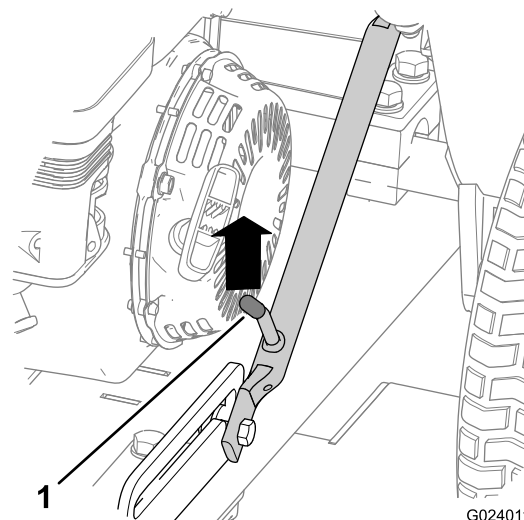
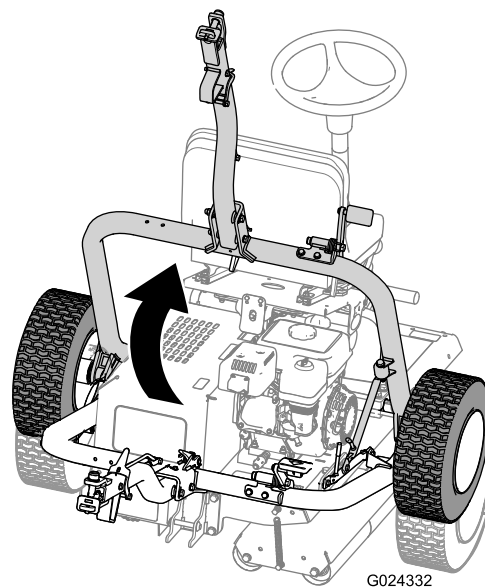

図 15
図 19
- A. ラッチレバーがスライドディテントから外れるまで、ヒッチアセンブリを押し上げる図 15。
D. ヒッチを上げて図 19、ラッチのレバーをスライドディテントにロックする図 15。